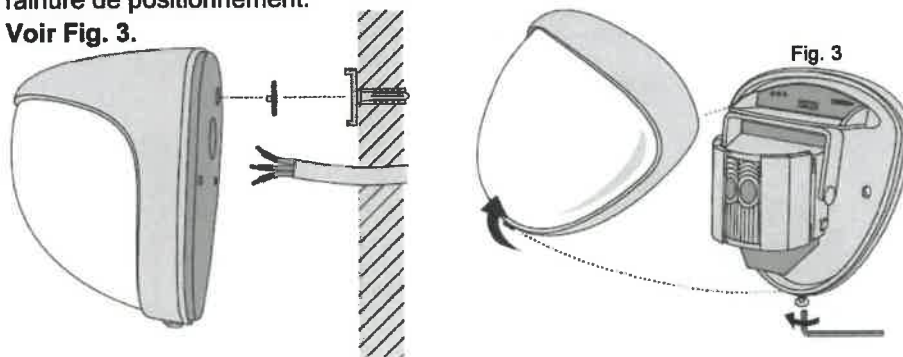
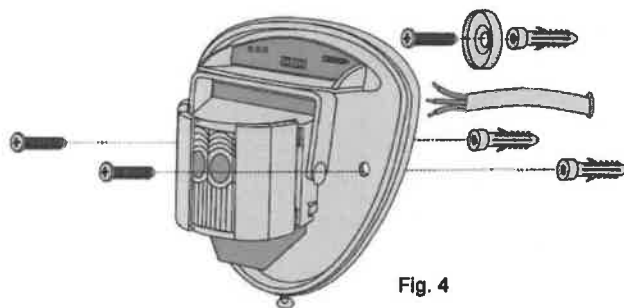

Fig. 2
Fig. 4
3) Passer un câble d'alarme standard à 12 conducteurs dans l'entrée de câbles ; dénuder les fils et les raccorder au bornier démontable, comme indiqué à la Fig. 7. Vérifier que le doigt d'inviolabilité est correctement placé et que le microcontact d'inviolabilité est fermé, puis visser l'appareil au mur. **Voir Fig. 4 et 5.** Pour faciliter l'installation, l'appareil est fourni avec 2 patins d'inviolabilité supplémentaires. Par rapport au patin monté d'origine, ils sont plus longs de respectivement 1 et 2 mm. Ces patins d'inviolabilité sont simplement montés à force dans le doigt ; pour les déposer, il suffit de tirer progressivement dessus. **Voir Fig. 2.**